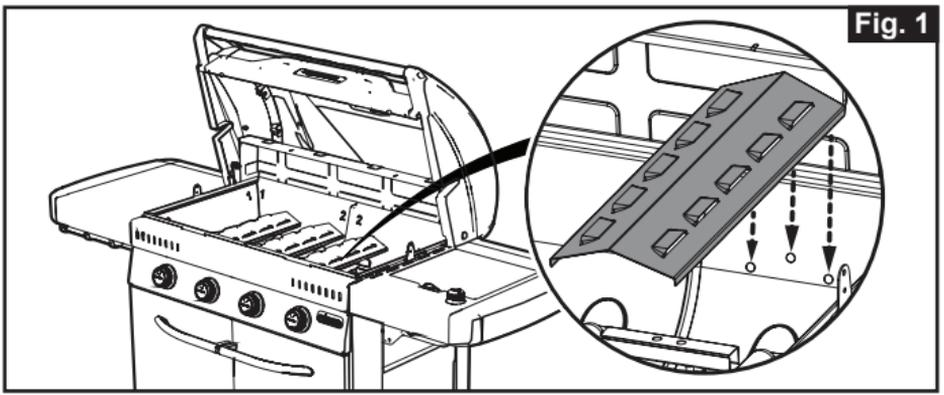

Fig. 1
- Coloque as placas nos bicos para evitar que a gordura escorra para os queimadores enquanto grelha. (Fig. 1)